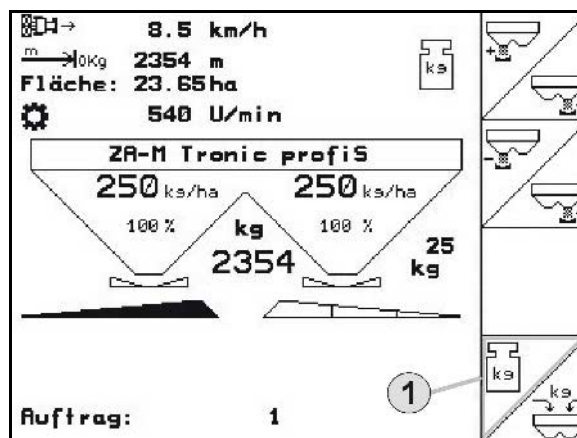

图 63
- 2.1 旋出固定撒肥盘的翼形螺栓（图 63/1）并从齿轮箱轴上拔下撒肥盘。
3. 在插口（图 63/4 和 图 63/5）中用钩杆（图 63/3）将收集容器（图 63/2）挂在框架上。